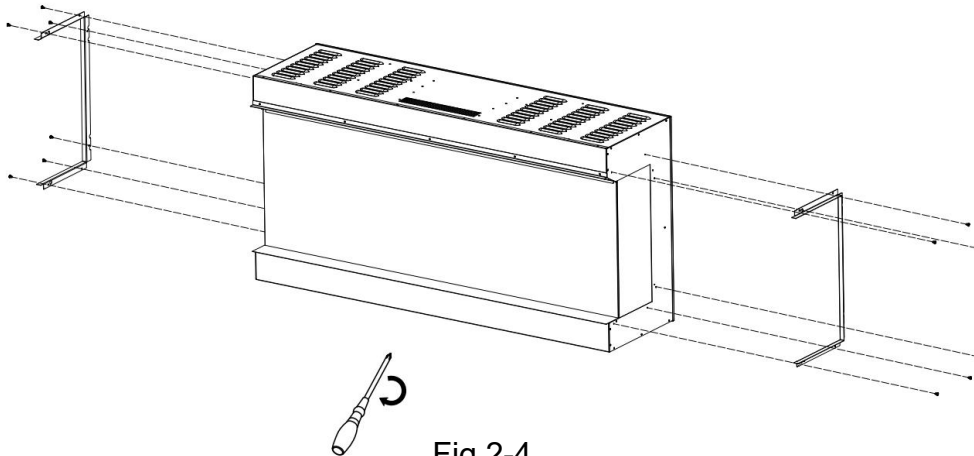

Fig.2-4
3.Vuelva a fijar las barras de refuerzo después de retirar los paneles. Fig.2-4